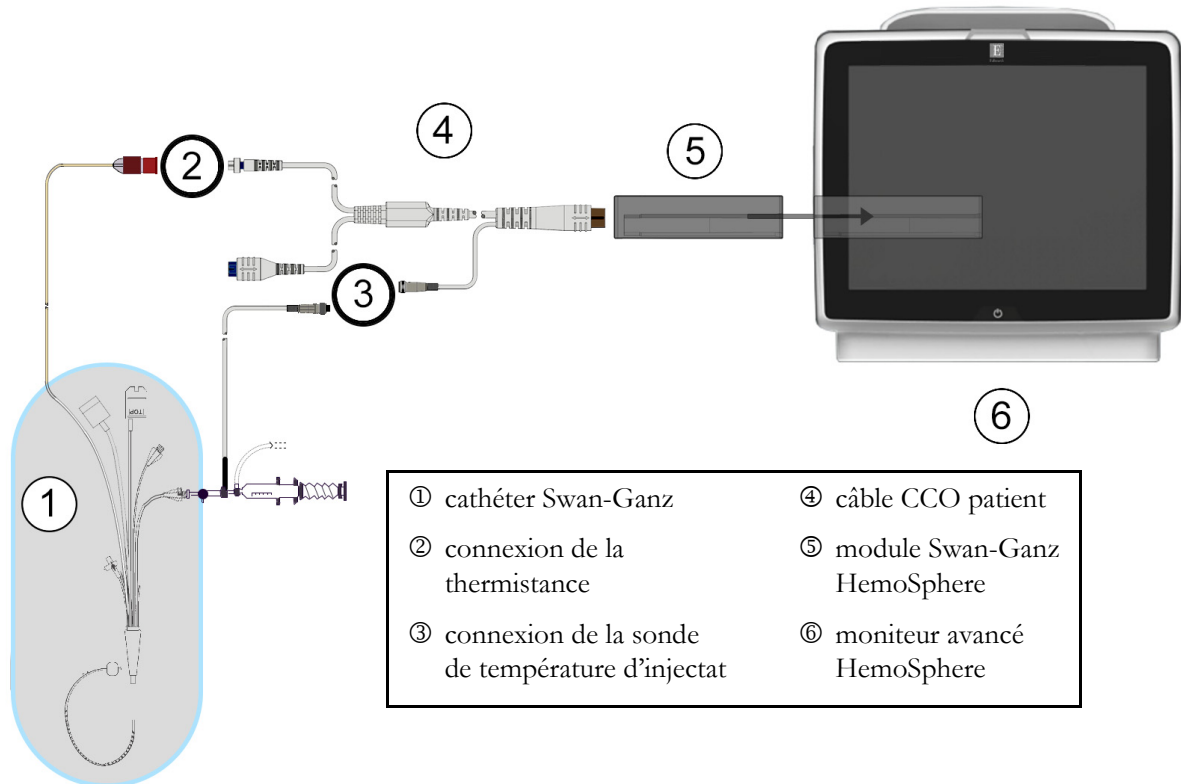

Figure 9-4 Présentation des connexions DCI
- 2 Connecter l'extrémité de cathéter du câble CCO patient au connecteur de la thermistance sur le cathéter de DCi Swan-Ganz tel qu'illustré par ② dans la figure 9-4.
Une sonde de température d'injectat capte la température de l'injectat. La sonde sélectionnée est connectée au câble CCO patient (figure 9-4). L'une ou l'autre des deux sondes suivantes peuvent s'utiliser :
Connecter la sonde de température d'injectat (en ligne ou à immersion) au connecteur de sonde de température d'injectat sur le câble CCO patient illustré par ③ dans la figure 9-4.